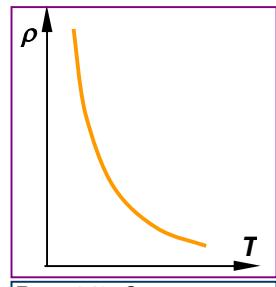

Рис. 142. Зависимость удельного сопротивления от температуры у полупроводников
20. К полупроводникам относятся вещества, удельное электрическое сопротивление  $\rho$  которых может изменяться в широких пределах и очень быстро убывает с повышением температуры  $T$ , рис. 142 и освещённости. Но самым удивительным свойством полупроводников оказалось свойство односторонней проводимости контакта двух полупроводниковых кристаллов различного типа.
20. С повышением температуры возрастает число свободных электронов в кристаллах чистых полупроводников. Это означает, что их удельная электропроводность увеличивается. Соответственно **удельное сопротивление  $\rho$  чистых полупроводников при нагревании уменьшается**, рис. 142. Этим полупроводники отличаются от металлов, у которых удельное сопротивление при нагревании увеличивается.